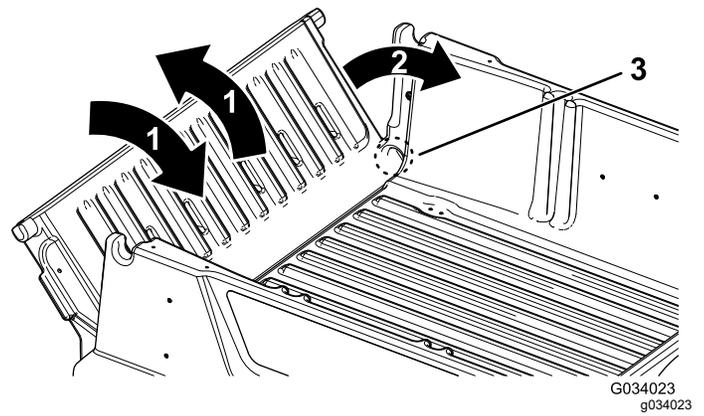

Рисунок 18
- Короткими движениями, встряхивая, переместите откидной борт назад и вперед несколько раз (Рисунок 18).
- Установите откидной борт в положение под углом приблизительно 45° (Рисунок 18).